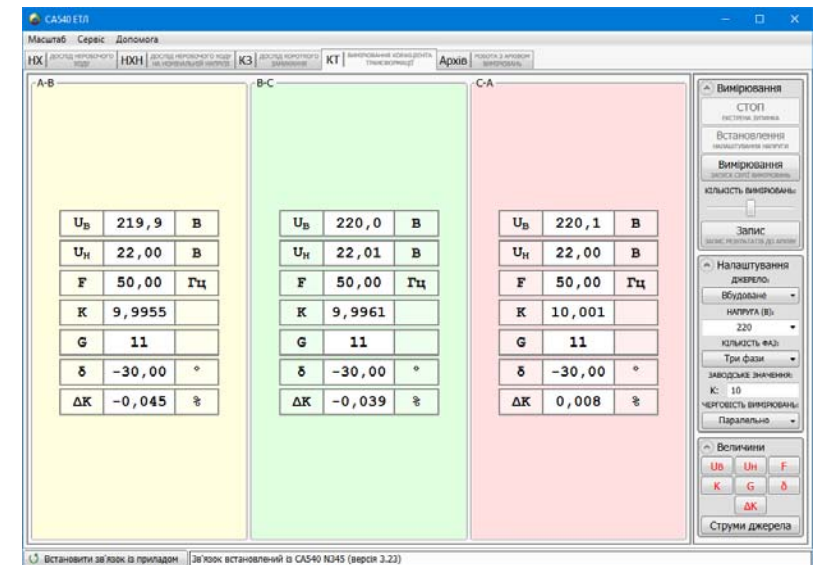

Рисунок 7.27
. На екрані в таблицях "A-B", "B-C", "C-A" (при перевірці однофазного трансформатора – в таблиці "A-B") з'являться результати вимірювань (рисунок 7.27).
10) Якщо в п. 3 цього розділу вибрано "Зовнішнє" (нерегульоване джерело), після завершення вимірювання на екрані в таблицях "A-B", "B-C", "C-A" при перевірці трифазного трансформатора (рисунок 7.27) або в таблиці "A-B" при перевірці однофазного трансформатора з'являються результати вимірювань.